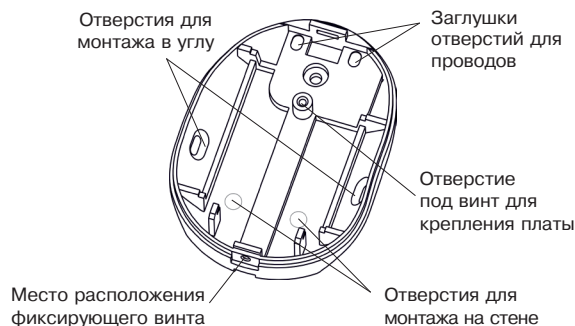

Рисунок 2
- просверлите в основании корпуса отверстия (рисунок 2), которые будут использоваться для прокладки проводов и крепления извещателя;